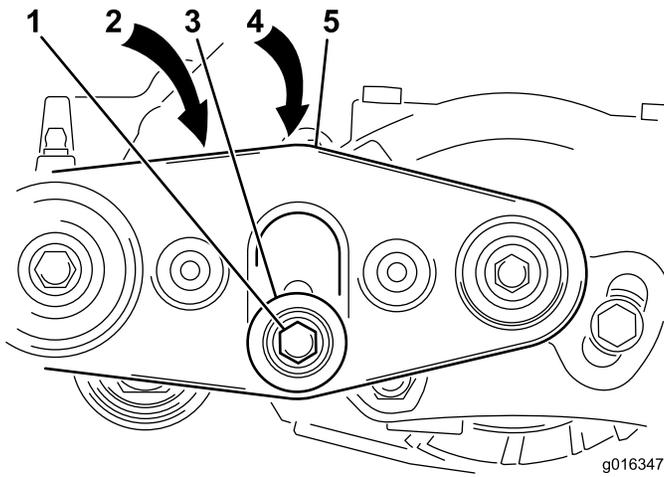

図 11
- A. アイドラプーリを右ブラシサポートに固定している六角ボルトをゆるめる 図 11 を参照。